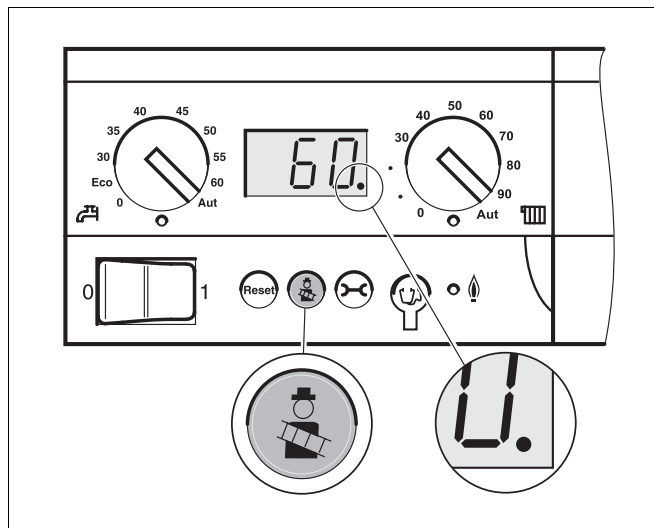

Рис. 20 Главный регулятор Logamatic BC10
- Вызвать тест дымовых газов на главном регуляторе Logamatic BC10, для этого удерживать нажатой кнопку "Тест дымовых газов" до появления десятичной точки на индикации состояния (рис. 20). Горелка включается.